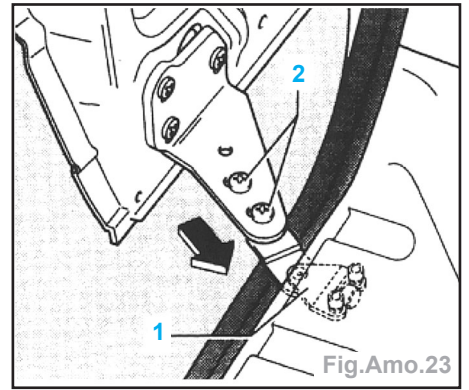

Fig.Amo.23
- Desserrer les vis à tête cruciforme (2), pousser la porte coulissante contre le guide-galet (1 flèche) et ne serrer à fond que la vis côté porte (Fig.Amo.23).